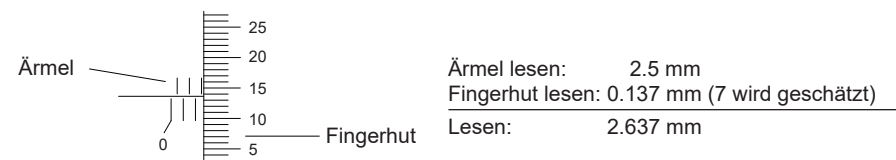

Abb. 1
- Ziehen Sie die Feststellschraube an, drehen Sie die Hülse mit einem Schraubenschlüssel (Abb. 1) und stellen Sie die Anzeige auf Null.